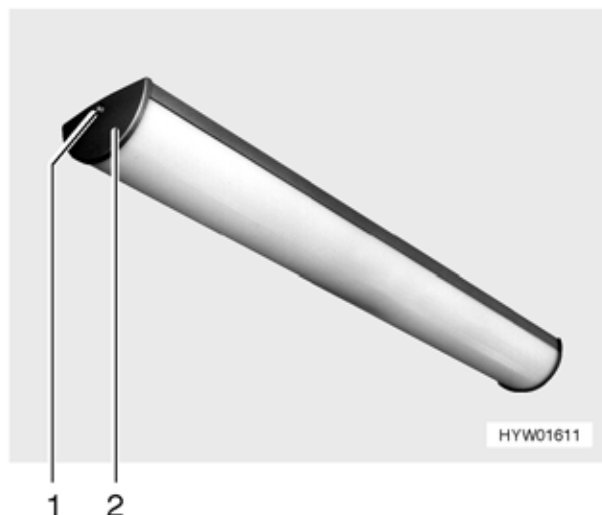

Fig. 196 Plafoniera del vano abitabile
- Svitare la vite (Fig. 196,1) e smontare la copertura (Fig. 196,2).